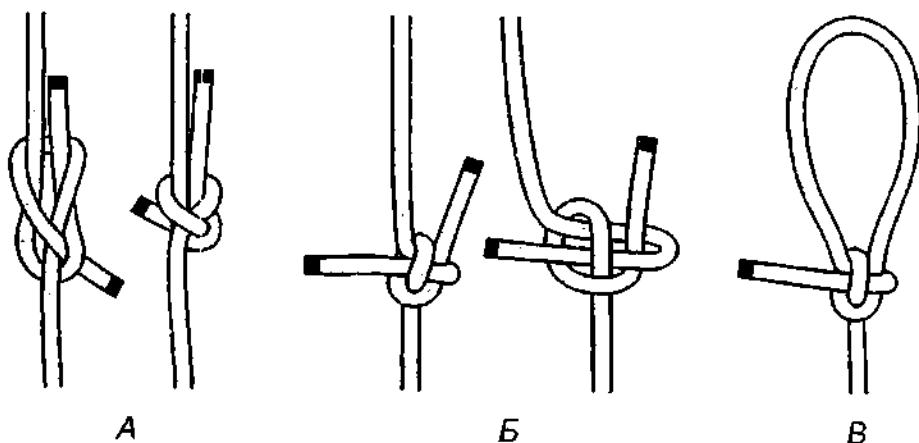

Рис. 863. А – *сибирский шкот* перед затягиванием; Б – *сибирский шкот* затянутый, вывернутый и готовый к работе; В – казачий узел.
*Сибирский шкот* – простенький, но очень полезный узел в некоторых ситуациях (рис. 863). На первый взгляд узел не вызывает доверия, так как он завязан как неправильный *диагональный шкотовый узел*, поэтому кажется хлюпким и ненадёжным. Но это только на первый взгляд.
По свойствам *сибирский шкот* близок *казачьему узлу* (рис. 863 Б, В). Он не ползёт, держит на гладкой синтетике и на мокрой верёвке, легко запоминается, вяжется быстрее *шкотового узла* и, хоть и тугой, без труда развязывается. Перед работой *сибирский шкот* необходимо хорошо затянуть, узел должен деформироваться и принять вид треугольника (рис. 863 Б), иначе конец II может выскользнуть, и узел развязается (рис. 864 А). *Сибирский шкот* сильно затягивается после большой нагрузки. Чтобы ослабить и